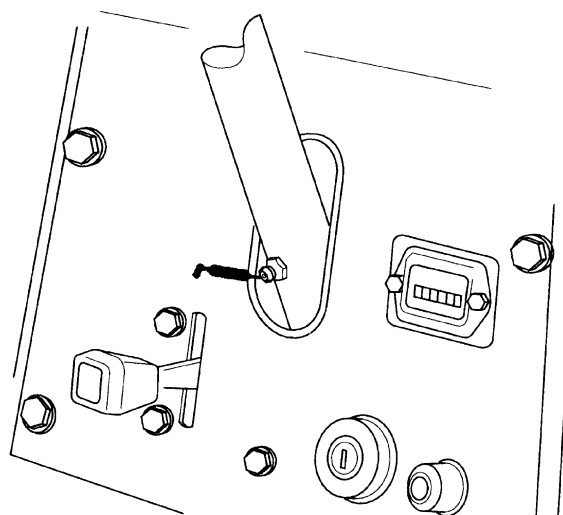
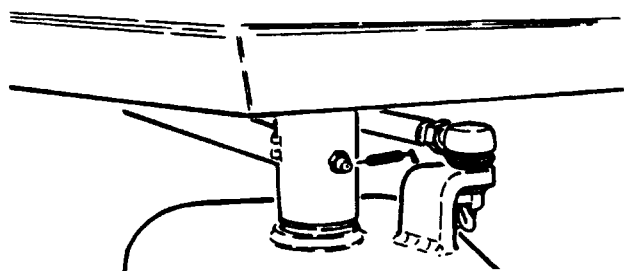
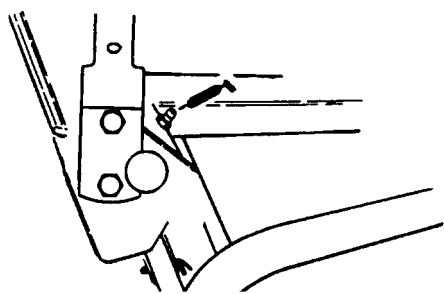
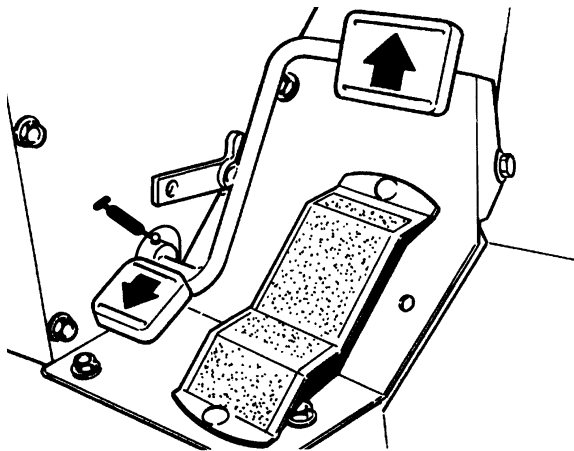

Figure 20
Figure 21
Figure 22
Figure 25
GRAISSAGE DES ROULEMENTS ET BAGUES (Fig. 20 à 26)
Colonne de direction (Fig. 20), engrenages de direction (2) (sous la jupe au-dessous du secteur de direction), arbre de direction (2) (Fig. 21), bras de relevage (3) (Fig. 22), pivot de vérin de relevage arrière (24), pivot de pédale de déplacement (Fig. 25).